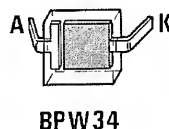

Fig.83 Connessioni del fotodiodo BPW34.
Usando dei **fotodiodi** tipo **BPW34** o altri equivalenti (vedi fig.83), il **catodo** (K) dovrà essere rivolto verso il piedino d'ingresso **invertente** e l'**anodo** (A) verso massa.
Abbiamo comunque scoperto un metodo alquanto semplice per stabilire quali sono l'Anodo ed il Catodo. Guardando internamente questo fotodiodo (vedi fig.83), si noterà che il terminale **Anodo** è collegato ad una piccola **asta** posta sul lato sinistro della superficie sensibile di forma quadra, mentre il terminale **Catodo** o **K** risulta direttamente collegato alla superficie sensibile.